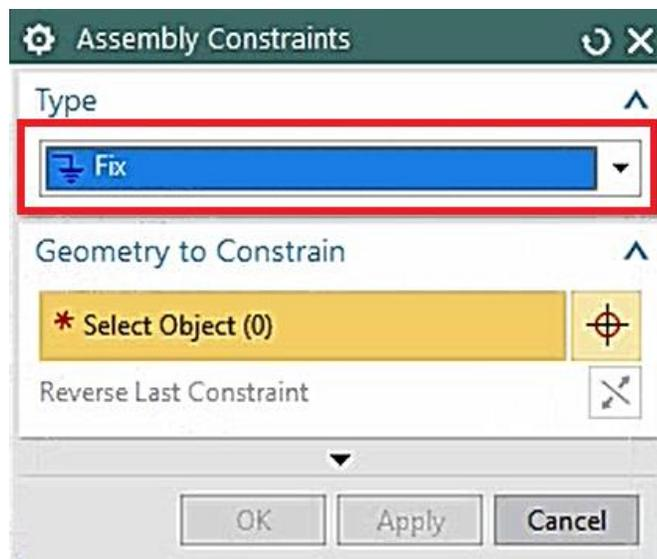

Figura 1.11 Restricción tipo *Fix*.
- Agregar una restricción de tipo **Fix**, seleccionando lamina.prt (Figura 1.11).